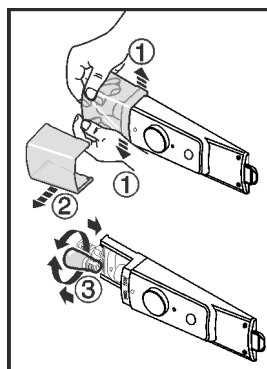

Fig. 10
- ▶ Kryt lampy podľa obrázka, vo vnútri, v prednej oblasti roztláčajte Fig. 10 (1) a kryt stiahnite nabok Fig. 10 (2).
- ▶ Vymeňte žiarovku. Fig. 10 (3)